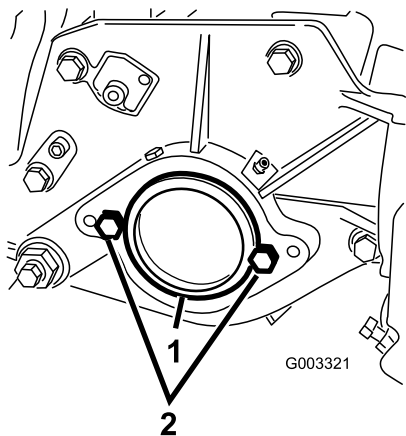

Figure 7
3. A l'extrémité droite du plateau de coupe, retirez l'obturateur en plastique du logement de roulements (Figure 7).
4. Enlevez les 2 vis de la plaque latérale droite (Figure 7).
1. Obturateur en plastique      2. Vis (2)
6. Montez et serrez légèrement les 2 boulons de fixation du moteur de cylindre sur la plaque gauche du plateau de coupe (Figure 7).